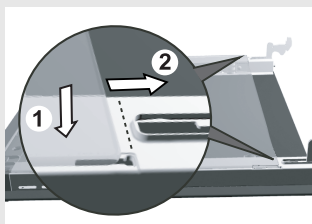

Figure 3
- NB : insérez la vitre dans la rainure et poussez-la vers l'avant (figure 3).